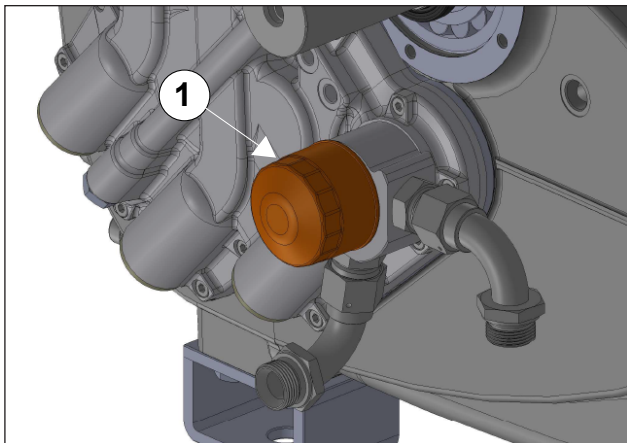

Fig. 132
Utilizzare LOX-EAL sigillareccordi 53-14 o similare per umettare il raccordo (pos. ①), il pressostato (pos. ②) e il manometro (pos. ③) Fig. 132, ed eseguire il montaggio.